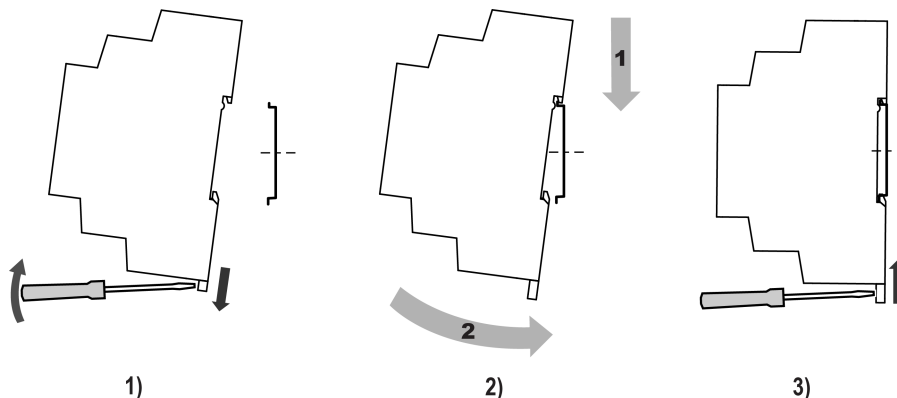

Рисунок 5.2 – Монтаж прибора
2. Вставив отвертку в проушину, оттянуть защелку (см. рисунок 5.2, 1). Прибор установить на DIN-рейку.
3. Прибор прижать к DIN-рейке (см. рисунок 5.2, 2, стрелки 1 и 2). Отверткой вернуть защелку в исходное положение.